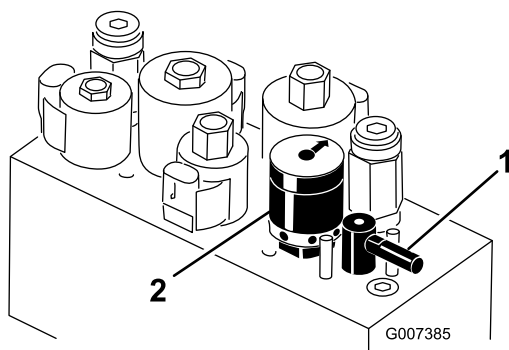

Figura 59
5. Gire la palanca de autoafilado a la posición "R" (Figura 59).
6. Gire el control de velocidad del molinete a la posición 1 (Figura 59).